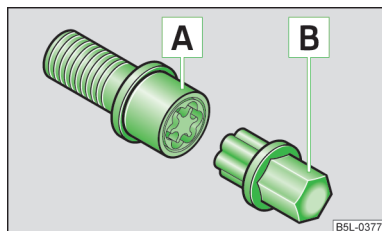

Fig. 113
Låseboltene beskytter hjulene mod tyveri. De kan kun løsnes eller spændes fast ved hjælp af adapteren **B** » Fig. 113.
- › Sæt adapterens **B** » Fig. 113 side med tænder helt ind i den indvendige for-